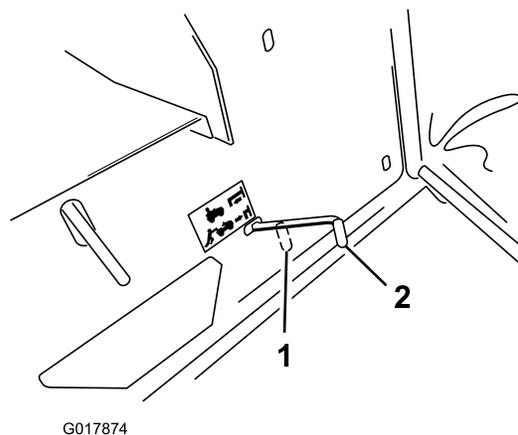

Figure 13
Remarque: Cela a pour effet de débrayer la transmission et de permettre aux roues de tourner librement (Figure 13).
- Poussez la commande de transmission en position de fonctionnement (Figure 13) pour embrayer la transmission.